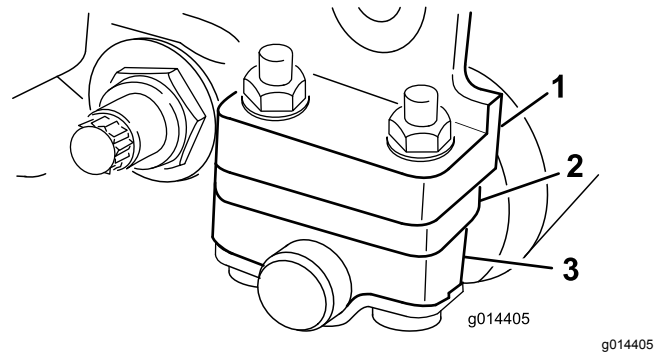
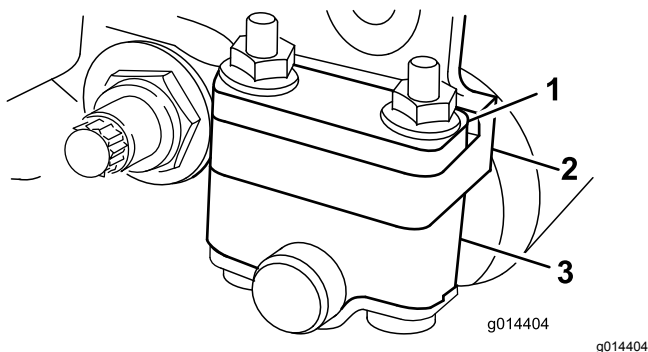

Figura 15
Figura 14
In base all'altezza di taglio desiderata regolate le staffe del rullo posteriore (Figura 14 o Figura 15) nella posizione bassa o alta:
- Collocate il distanziale sopra la flangia di montaggio della piastra laterale (impostazione di fabbrica) se l'altezza di taglio è compresa tra 1,5 mm e 6 mm, come illustrato nella Figura 14.
- Collocate il distanziale sotto la flangia di montaggio della piastra laterale se l'altezza di taglio è compresa tra 3 mm e 25 mm, come illustrato nella Figura 15.
4. Collocate i distanziali sulle viti al di sopra o al di sotto delle staffe del rullo, come opportuno (Figura 14 o Figura 15).